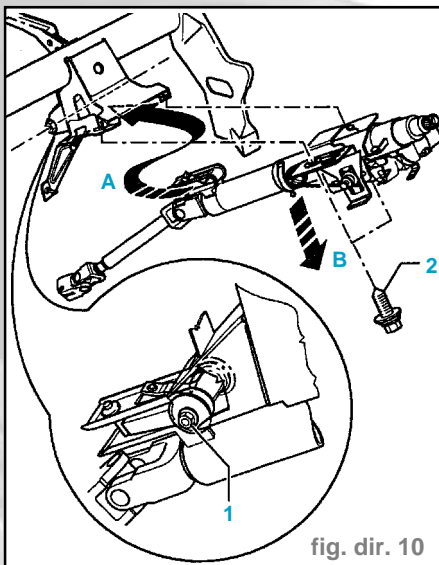

fig. dir. 10
- Engager la colonne de direction avec la douille-palier dans le tube central (flèche A) (fig. dir. 10).